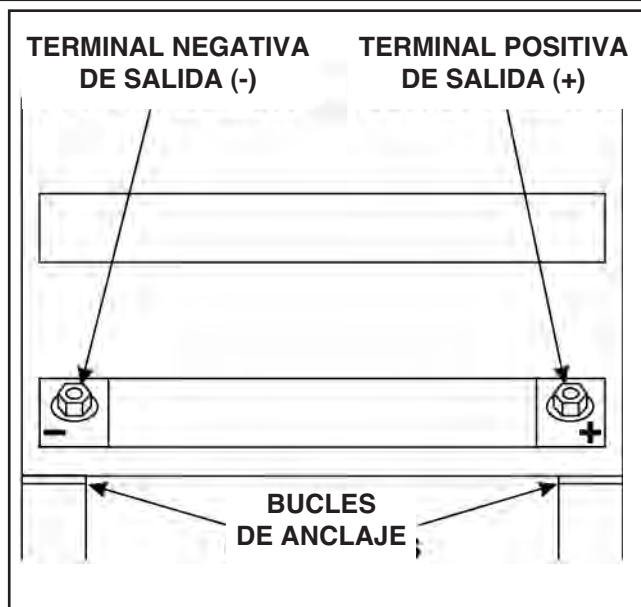

FIGURA A.9 - Terminales de Salida.
2. Localice los bucles de anclaje retráctiles que se encuentran directamente debajo de las terminales de salida en las esquinas inferior derecha e inferior izquierda del Ensamble del Gabinete Frontal. Consulte la Figura A.9.